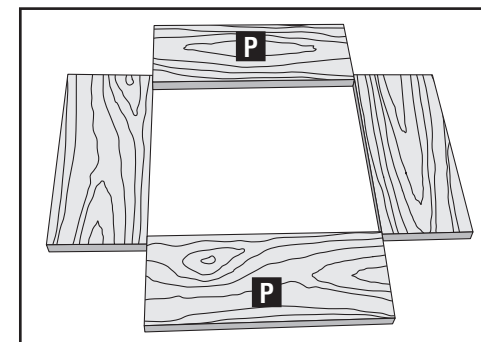

Fig. 20
ÉTAPE 4 : Étiquetez les planches-goujons (avant et arrière du tiroir) avec un « P » (Fig. 20)